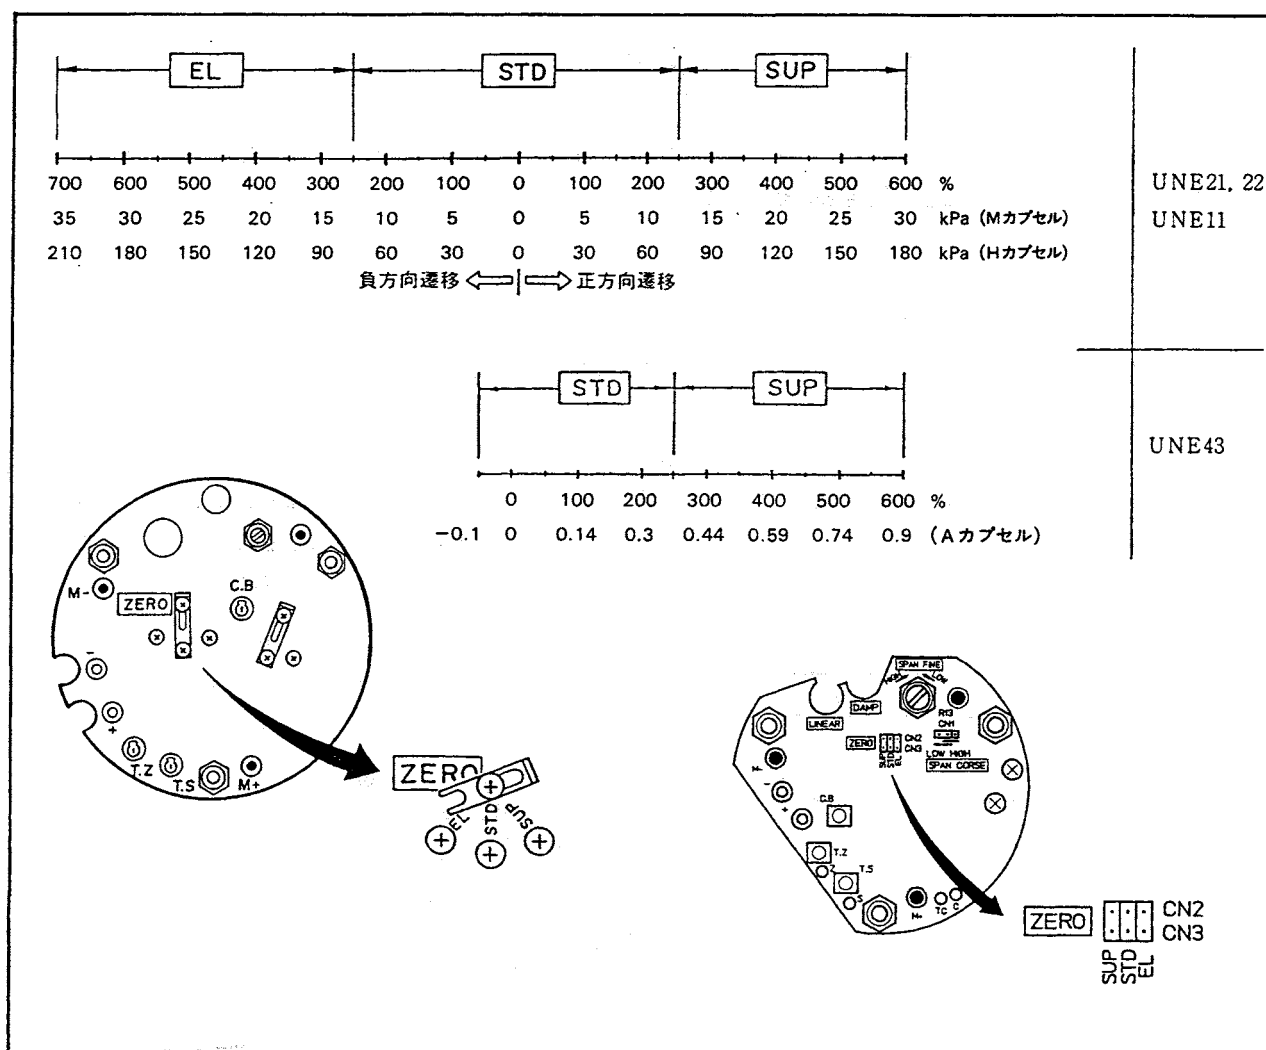

図7.6 遷移方向の変更
- ① 電源を切ります。
- ② 図7.6に示すゼロ点粗調整ジャンパ（またはピンコネクタ）を、遷移方向および遷移量に応じて次のいずれかの位置に切り替えます。ゼロ点の微調整はケース外部のゼロ調整ねじで行います。